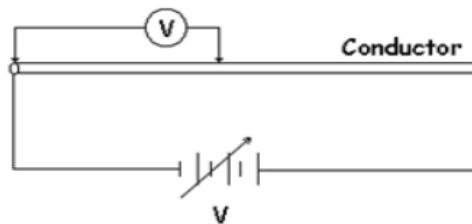

Figura 2. Configuración eléctrica del conductor óhmico para determinar resistividad.
1. Posicionar sobre la escala métrica uno de los alambres resistivos en la configuración que se muestra en la **Figura 2**.